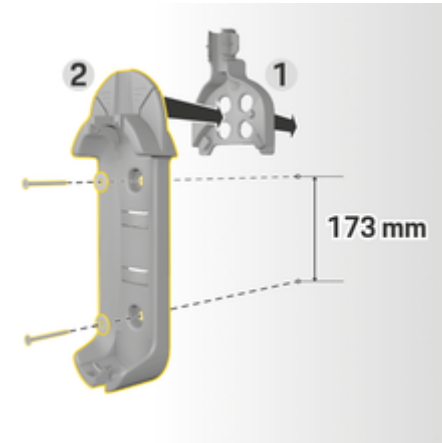

Fig. 33: foratura
3. Inserire la base del supporto a muro **2** (Fig. 33) dalla parte anteriore nel passacavo **1** (Fig. 33).